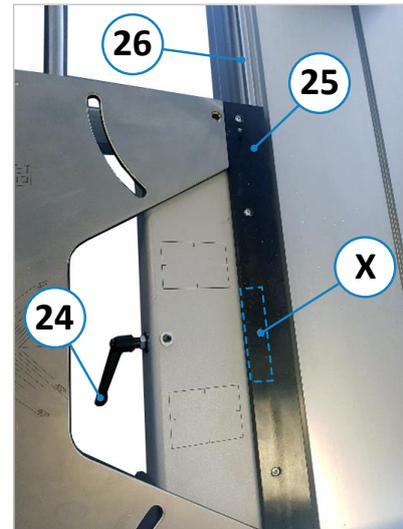

Figure 25 : serrage du châssis à équarrir
- Tirer la table coulissante dans la position la plus reculée et mettre le bras pivotant (6) en position.
- Soulever le châssis à équarrir (22) avec 2 personnes et le poser sur le support d'appui (7) pour le châssis à équarrir.
- Desserrer la barre de serrage (X) - cachée dans ⇒ Figure 25 sous la barre d'accrochage (25) - à l'aide du levier de serrage (24).
- Introduire la barre de serrage (X) dans le guidage du châssis à équarrir (26) sur la table coulissante.
- Fixer le châssis à équarrir (22) au moyen du levier de serrage (24).